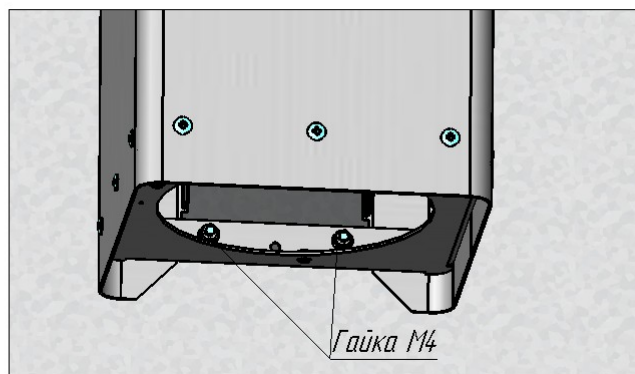

Рисунок 6
- Устанавливаем корпус диспенсера на монтажную пластину (см. рис.5) и прикручиваем 4-мя гайками М4 (см. рис.6).